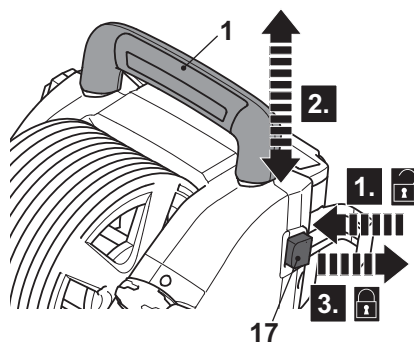

Fig. 19
1. Pressione o botão de bloqueio (17) para desbloquear a alça de transporte (1) (Fig. 19, passo 1).
2. Mova a alça de transporte (1) para a posição necessária (posição alta / baixa) (etapa 2).